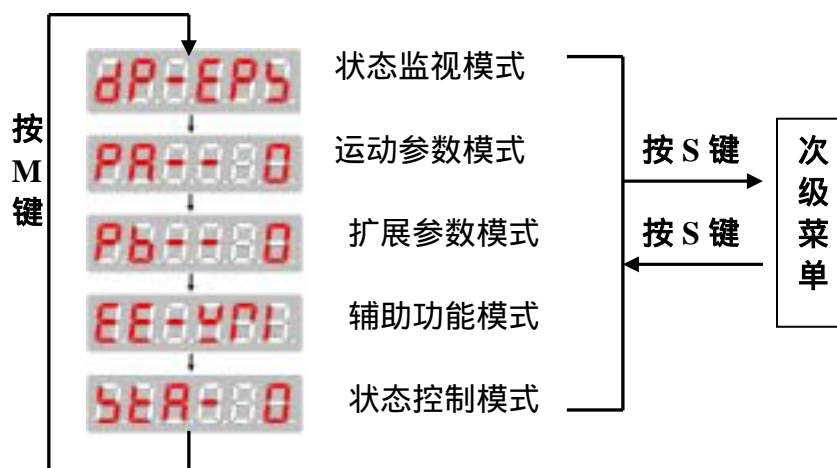

图 6.2 HSV-160B⁺系列伺服驱动器主菜单
- 操作按多层操作菜单执行，第一层为主菜单，包括五种操作模式，第二层为各操作模式下的功能菜单。图 6.2 表示主菜单操作框图：